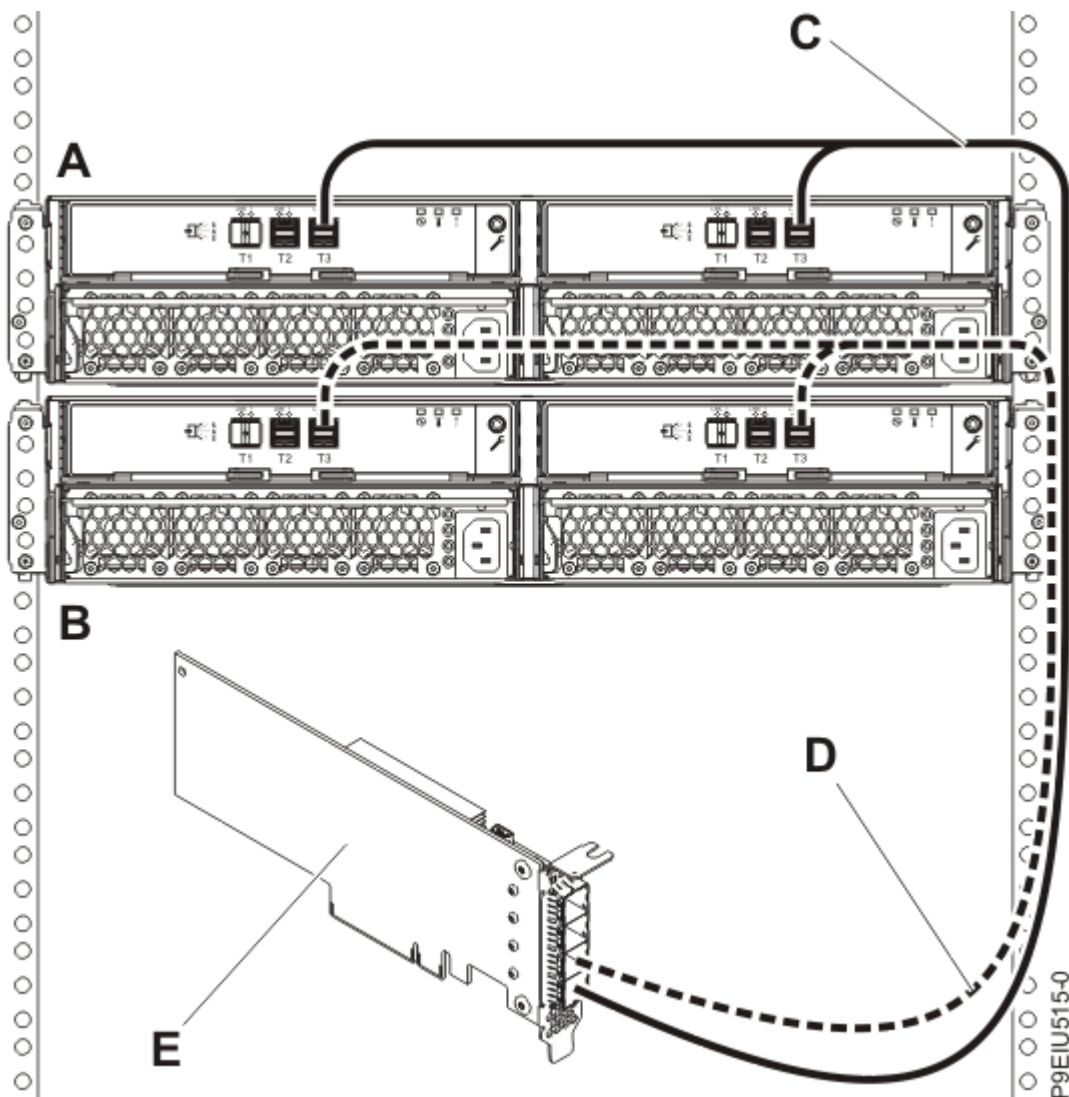

図 14. YO12 ケーブルを使用した、単一の FC EJ0J、FC EJ0K、または FC EJ0M の SAS アダプターへの 2 台の ESLL ストレージ・エンクロージャーまたは ESLS ストレージ・エンクロージャーのモード 1 接続
14. 次に、YO12 ケーブル (C および D) を使って 2 台のエンクロージャ (A および B) を 1 台の FC EJ0J、FC EJ0K、または FC EJ0M SAS アダプター (E) を 19 ページの図 14 に示すようにモード 1 接続をして、引き続き、29 ページの『ケーブルと電源コードの接続およびカバーの取り付け』に進みます。